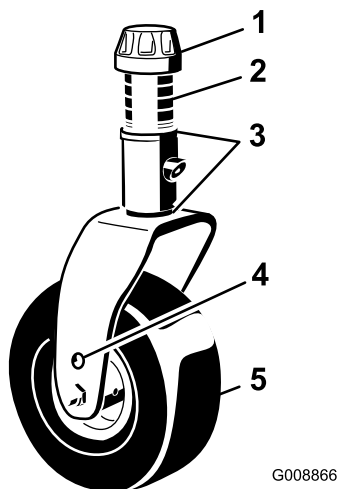

Figura 22
5. Togliete il cappuccio di tensione dall'asse del perno ed estraete il perno dal braccio della ruota orientabile (Figura 22).